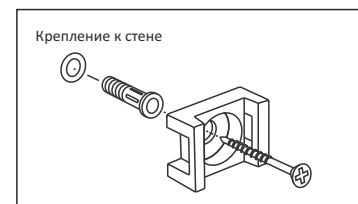
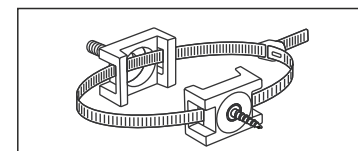

рис. 24
рис. 25
12. Прикрутить в торец крышки монтажные планки с помощью саморезов 4x30 (№ 17) (рис. 23). Установить комод к стене, отмерить расположение крепежа. Просверлить отверстие в стене, вбить дюбель. (рис. 24). Закрепить монтажные планки к стене с помощью самореза, идущего в комплекте к дюбелю. Протянуть через монтажные планки хомут и затянуть до упора (рис. 25).